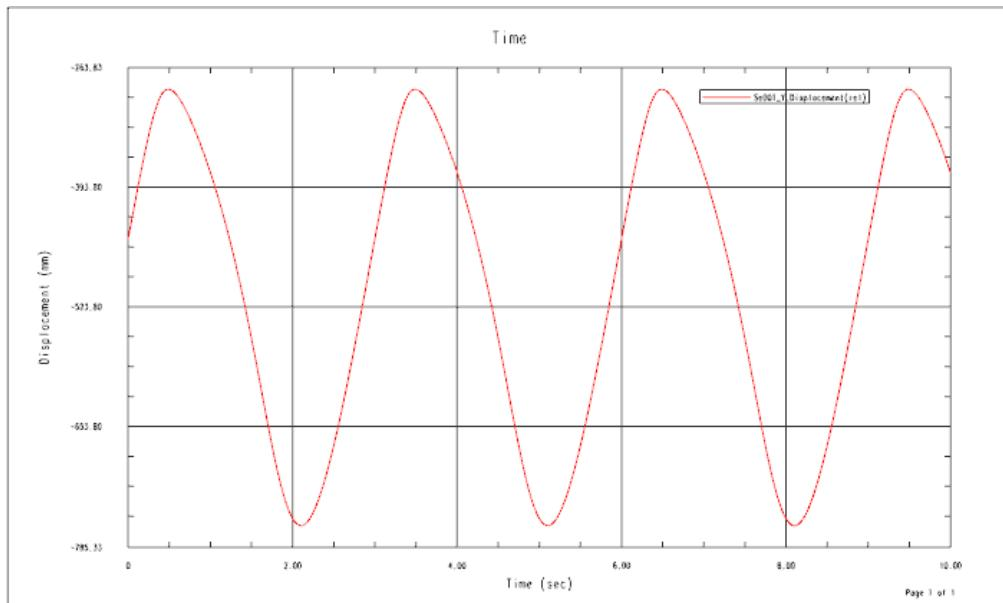

图 8.5.11 位移-时间曲线
② 设置传感器参数。在“传感器”对话框**类型**下拉列表中选择**位移**选项，在**设置**区域**分量**下拉列表中选择**Y**选项，在**参考框**下拉列表中选择**相对**选项。
③ 定义参考。单击“传感器”对话框**对象选择**区域中的**\* 测量 (O)**按钮，在运动导航器中选取标记“A001”为测量对象；然后单击**\* 相对 (O)**，在运动导航器中选取标记“A002”为相对标记。
④ 单击**确定**按钮，完成传感器的创建。
(4) 对解算方案再次进行求解。选择下拉菜单**分析 (A)** → **运动 (M)** → **求解 (S)...**命令，对解算方案再次进行求解。
(5) 输出位移曲线。
① 选择下拉菜单**分析 (A)** → **运动 (M)** → **图表 (G)...**命令（或者在“运动”工具栏中单击**作图**命令），系统弹出“图表”对话框，单击其中的**对象**选项卡。
② 在“图表”对话框的**运动模型**区域选择传感器**Se001**，单击**Y 轴定义**区域中的**+**按钮。
③ 选中“图表”对话框中的**保存**复选框，然后单击**...**按钮，选择 D:\ug85.16\work\ch08.05\winch\_mech\winch\_mech.afu 为保存路径。
④ 单击 **确定** 按钮，系统进入函数显示环境并显示两个标记之间的位移-时间曲线，如图 8.5.11 所示。